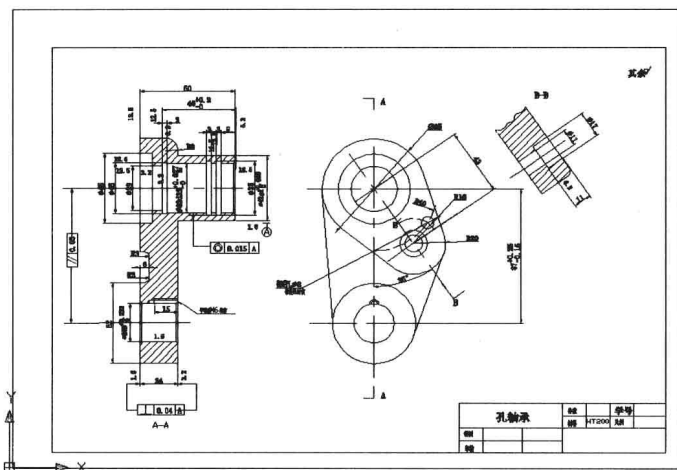

图 10-1-1
(1) 双击素材文件“10-1-1.dwg”，打开的图形文件，在模型空间中绘制有孔轴承图形，以及标题栏、图框和 A3 (420 × 297) 图幅框，如图 10-1-1 所示。